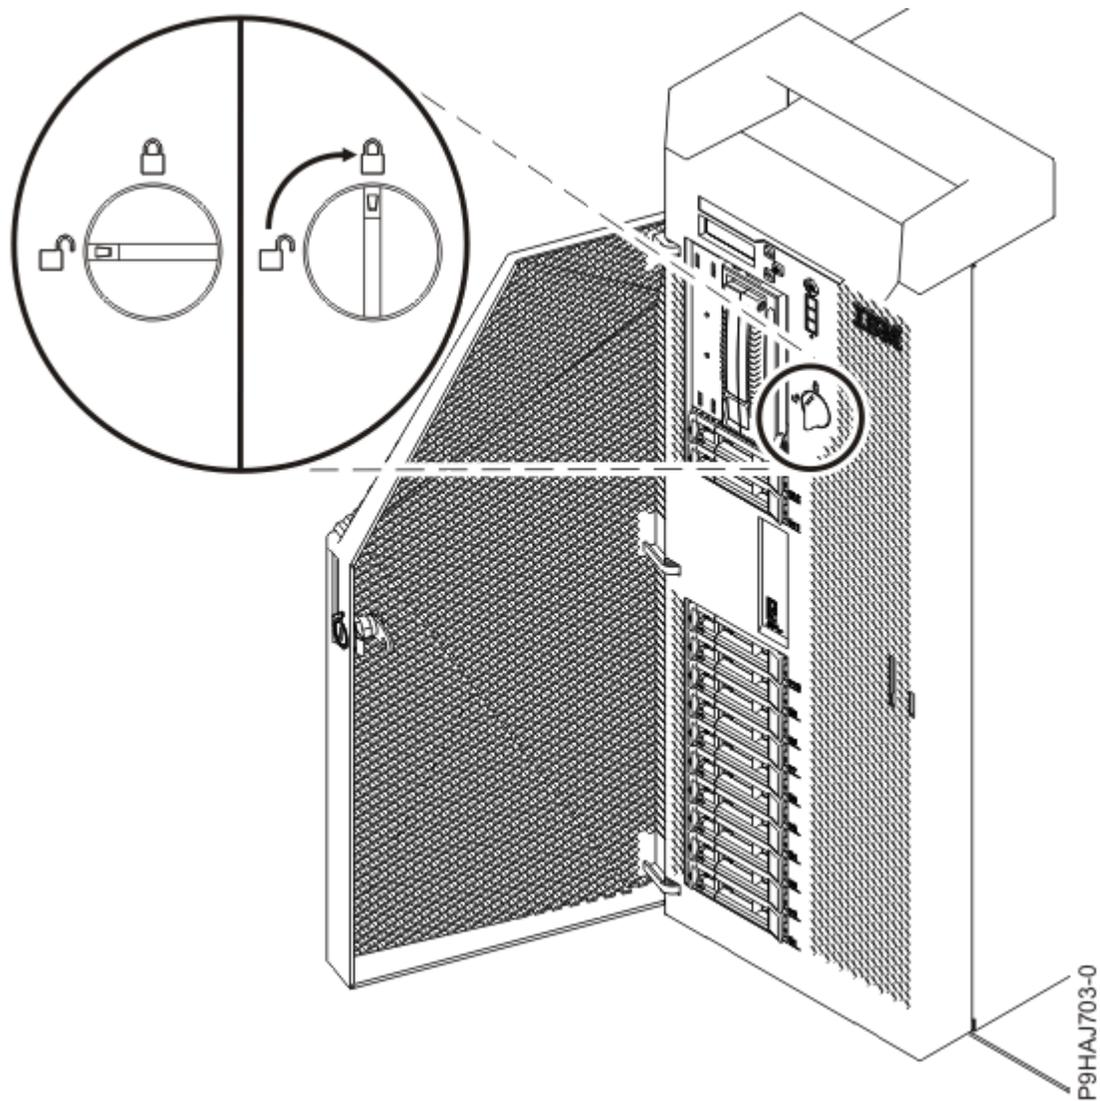

Figura 32. Fechar o trinco da tampa anterior
- d) Rode o fecho da tampa para a direita (no sentido dos ponteiros do relógio) para bloquear a tampa conforme apresentado na Figura 32 na página 34.